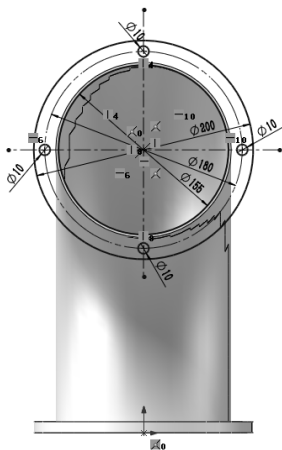
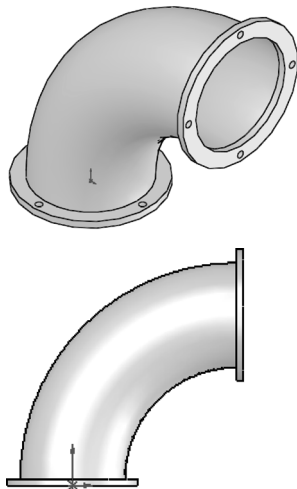

图 3-36 绘制另一端法兰草图
图 3-37 弯管最终效果
**① 新建草图。**选择弯管的另一端面, 单击“草图”控制面板中的“草图绘制”按钮, 新建一张草图。
**② 设置视图方向。**单击“前导视图”工具栏中的“正视于”按钮, 正视于该草图平面。
**③ 绘制另一端法兰草图。**重复**01**中绘制法兰的步骤**④**~**⑥**, 绘制另一端的法兰草图, 如图 3-36 所示。
**④ 拉伸生成实体。**单击“特征”控制面板中的“拉伸凸台/基体”按钮, 在“凸台-拉伸”属性管理器中设置拉伸的终止条件为“给定深度”, 在“深度”文本框中输入 10, 其他选项保持系统默认设置, 单击“确定”按钮, 完成法兰的创建。
⑤ 保存文件。单击“快速访问”工具栏中的“保存”按钮，将零件保存为“弯管.sldprt”，最终效果如图 3-37 所示。